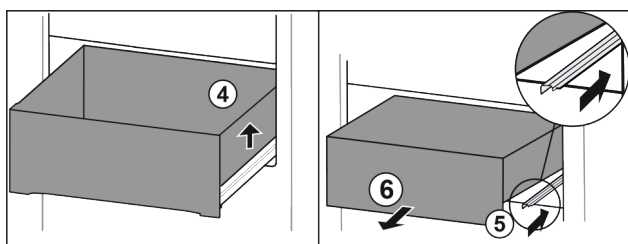

Fig. 15
- ▶ Nadvihnite zásuvku doprava Fig. 15 (4).
- ▶ Zasuňte pravú koľajničku Fig. 15 (5).
- ▶ Odoberte zásuvku dopredu Fig. 15 (6).